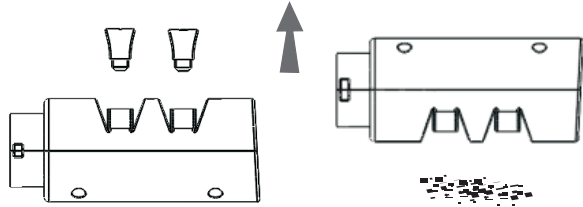

Abbildung 2
Fein schleifen: Geeignet für die tägliche Messerpflege. Führen Sie das Messer auf die gleiche Weise jeweilig in die linken und rechten Schärfschlitz der zweiten Stufe für Schleifen ein und schleifen Sie das Messer mit konstanter Geschwindigkeit entlang des Bogen der Klinge von Anfang bis Spitze (Mit Feinschleifen können Sie den Grat an der Klingenkante entfernen, dann wird die Klinge schärfer und heller sein. Es wird empfohlen, die Küchenmesser einmal pro Woche fein zu schleifen.) (Wie Abbildung 2).
► Säuberung (Abbildung 2)